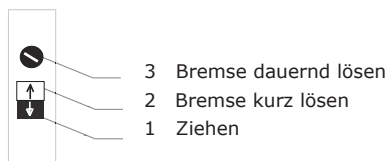

Abb. 7
- Mit Drücken auf den weißen Druckknopf (2) Abb. 7 schaltet man die Bremse aus.
- Mit Drücken auf den schwarzen Druckknopf (1) Abb. 7 rückt die Bremse ein und ermöglicht das Abwickeln des Drahtseiles. Falls ein Abwickeln nicht möglich ist, bedeutet das, dass im System nicht genügend Druck vorhanden ist. Die Gelenkwelle muss eingeschaltet werden, um über diese die Hydraulikpumpe zu aktivieren.
- Falls das Langholz während des Ziehens auf ein Hindernis (Baumstumpf, Wurzel) stößt und stehen bleibt, wird die Ziefunktion unterbrochen, da die Zugkraft das Hindernis nicht überwunden hat. So bleibt eine große Kraft im Drahtseil gestaut und wegen der Gefahr einer ruckartigen Abwicklung des Seiles ist es notwendig, den weißen Druckknopf (1) in mehreren schnellen Intervallen zu betätigen. Das bedeutet, man drückt den Knopf kurz 2-3 mal. Dadurch wird die Spannung im Drahtseil gelöst.
Bei Betätigung des Tasters für Bremse lösen bzw. Wahlschalter für dauernd lösen (siehe Abb. 7) muss beachtet werden, dass der Seilaustoss sofort erfolgt.